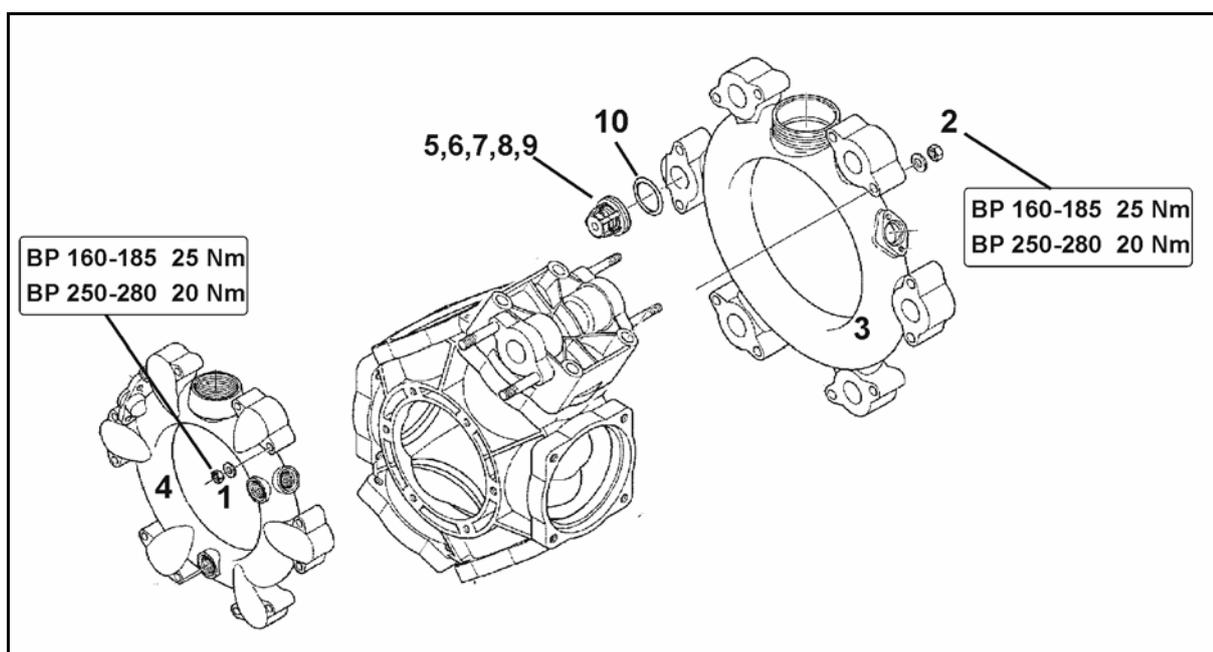

Fig. 185
- Desmontar, como mínimo, una vez al año la membrana de pistón (Fig. 185/8) para comprobar que se encuentra en buen estado.
- Prestar atención a la posición de montaje que ocupan las válvulas en el lado de aspiración y en el de presión, antes de extraer los grupos de válvulas (Fig. 185/5).
- Cambiar siempre todas las membranas de pistón (Fig. 185/8), aunque sólo una de ellas esté hinchada, rota o sea porosa.
2. Soltar las tuercas (Fig. 185/1, 2).
3. Retirar el canal de aspiración y el de presión (Fig. 185/3 y Fig. 185/4).
4. Extraer los grupos de válvulas (Fig. 185/5).
5. Retirar los tornillos (Fig. 185/6).
6. Retirar la culata (Fig. 185/7).
7. Comprobar la membrana de pistón (Fig. 185/8).
- Fijar la membrana de pistón (Fig. 185/8) con la arandela de retención y el tornillo (Fig. 185/11) en el pistón (Fig. 185/9), de modo que el borde quede mirando hacia el lado de la culata (Fig. 185/7).
- Es imprescindible apretar las tuercas (Fig. 185/1,2) en cruz y con el par de apriete indicado. Si las tuercas no se aprietan como es debido, se produce una deformación y, en consecuencia, una falta de estanqueidad.
1. Soltar el tornillo (Fig. 185/11) y retirar la membrana de pistón (Fig. 185/8) junta con la arandela de retención del pistón (Fig. 185/9).
3. Extraer el cilindro (Fig. 185/10) de la carcasa de la bomba.
6. Volver a colocar el cilindro (Fig. 185/10) en la carcasa de la bomba.
7. Montar la membrana de pistón (Fig. 185/8).
8. Embridar la culata (Fig. 185/7) en la carcasa de la bomba y apretar los tornillos (Fig. 185/6) en cruz y uniformemente.
9. Montar los grupos de válvulas (Fig. 185/5), tras haber concluido la comprobación y la limpieza.
11. Embridar el canal de aspiración (Fig. 185/3) y el de presión (Fig. 185/4) en la carcasa de la bomba.
12. Apretar las tuercas (Fig. 185/1,2) en cruz y con un par de apriete de **25 Nm (BP 160-185) / 20 Nm (AR 250-280)**.